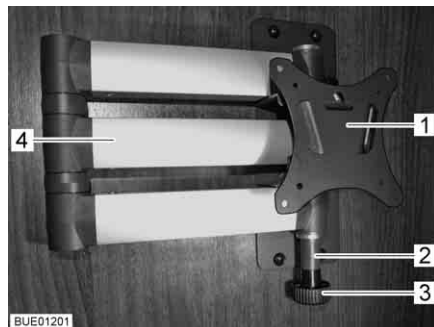

Fig. 60 Support à bras articulé
- Tirer sur le bouton de déverrouillage (Fig. 60,3). Le bras articulé (Fig. 60,4) est déverrouillé.
- Faire retourner l'écran plat dans sa position initiale jusqu'à ce que le support (Fig. 60,1) s'enclenche dans le verrouillage (Fig. 60,2).